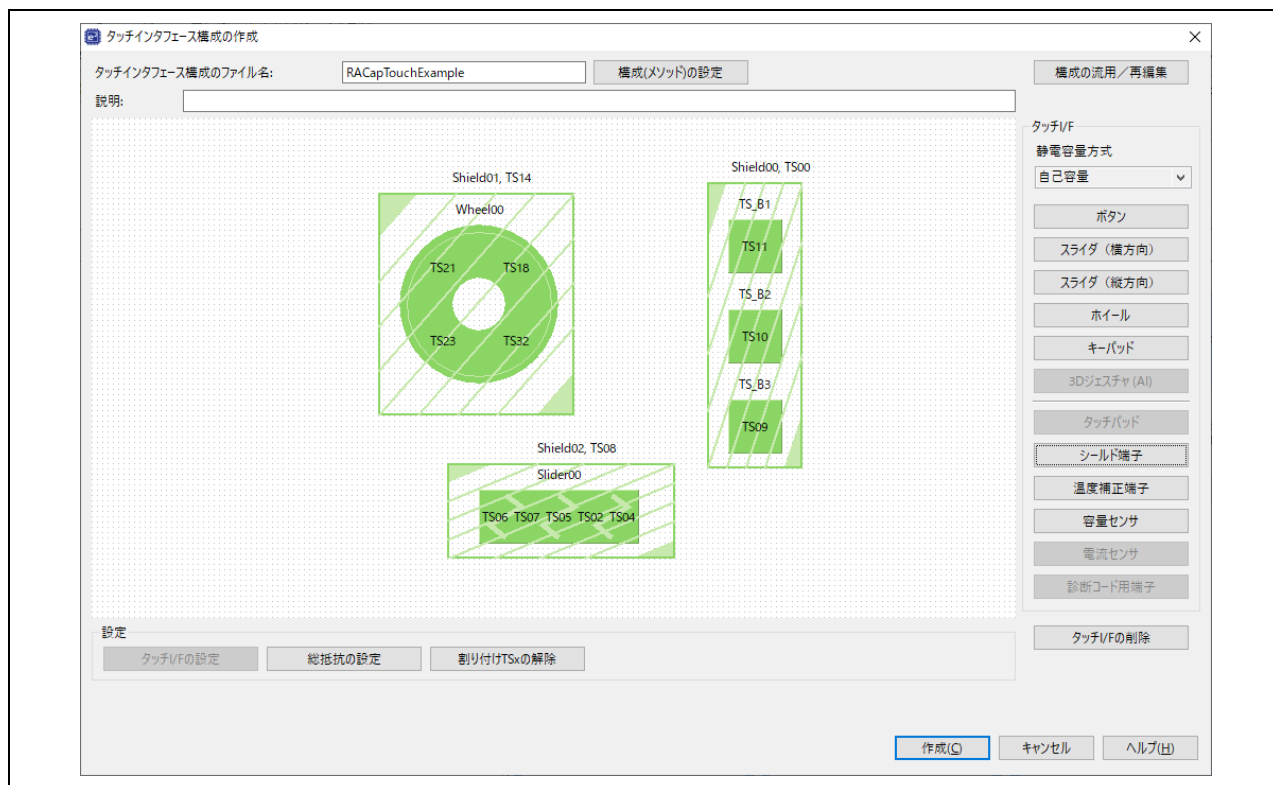

図 17 新規タッチインタフェース構成の作成
- (14) タッチ I/F グループボックスで [シールド端子] を選択します。
- (15) シールドにタッチセンサを割り付けます。
- (16) ここまでの手順で、図 17 のようにタッチインタフェース構成の追加ができました。
- (17) 次に、図 17 で示される配置したタッチインタフェースの構成(メソッド)を設定します。